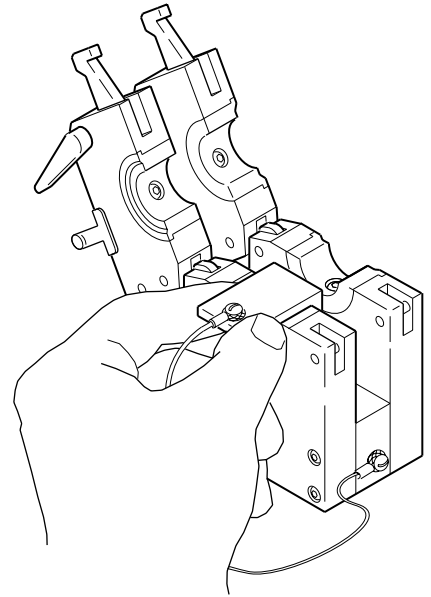

図 14：センタリング・ゲージをセットする
1. チューブ用フィクスチャー・ブロックの片側にセンタリング・ゲージをセットします。センタリング・ゲージはコレットの幅全体にかかっている必要があります。センタリング・ゲージが厚型または薄型サイド・プレートに対して正しい位置にあることを確認します。図 14 をご参照ください。